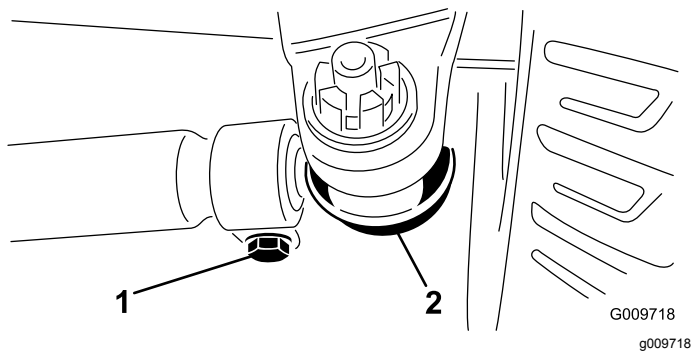

Figura 50
2. Para ajustar, remova o contrapino e a porca de cada uma das rótulas da barra de ligação (Figura 50). Remova a junta da barra de ligação do suporte do eixo.
3. Desaperte as abraçadeiras que estão em ambas as extremidades das barras de ligação (Figura 50).
4. Rode uma (1) vez a rótula separada, para dentro ou para fora. Aperte a abraçadeira na parte solta da barra de ligação.
5. Rode uma (1) vez todo conjunto da barra de ligação na mesma direção (para dentro ou para fora). Aperte a abraçadeira na extremidade ligada da barra de ligação.